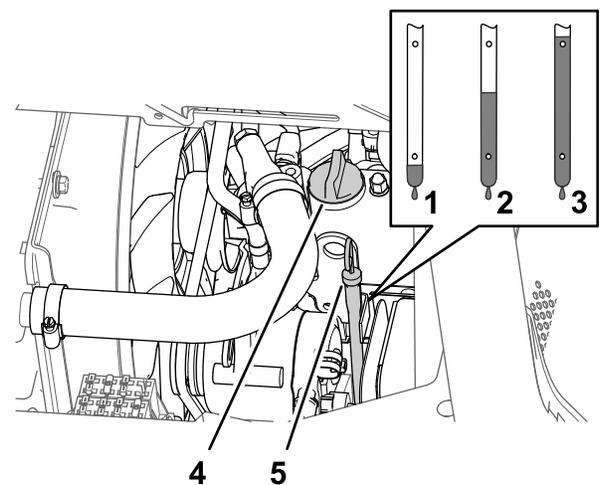

Bild 75
5. Nehmen Sie den Öfülldeckel vom Füllstutzen an der Ventilabdeckung des Motors (Bild 75) ab und gießen Sie ungefähr 80% der angegebenen Ölmenge langsam in den Füllstutzen.
6. Nehmen Sie den Peilstab heraus und lesen den Ölstand im Motor ab (Bild 75).
Voll-Markierung am Peilstab anzuheben (Bild 75).
8. Bringen Sie den Ölfülldeckel in den Füllstutzen und den Peilstab in das Peilstabrohr (Bild 75).